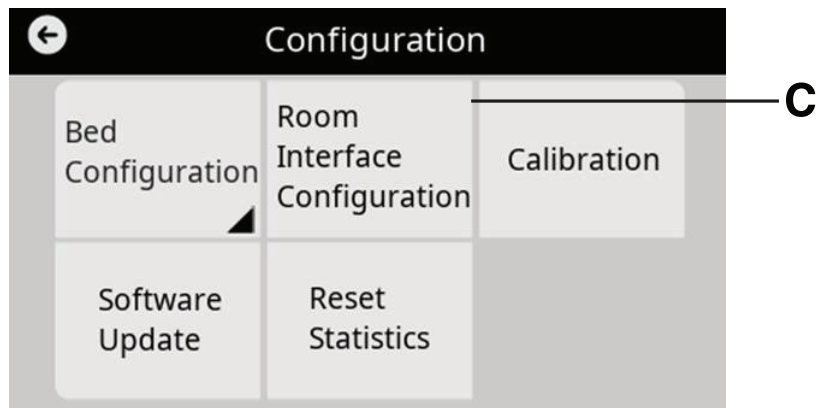

Figura 6 – Menú de configuración de ProCuity
4. En el menú de configuración, seleccione **Configuración de la interfaz de la habitación (C)** (Figura 6).